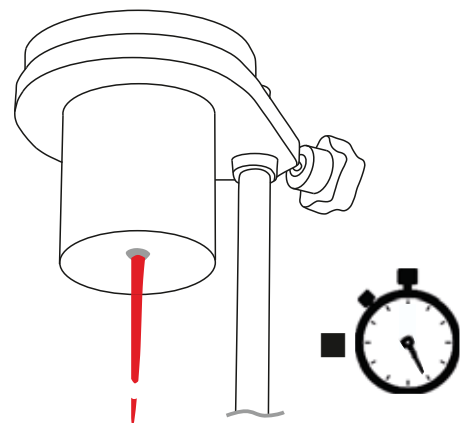

Figure 5
- 8 Observez l'écoulement du liquide et arrêtez le chronomètre^a au moment où le flux s'interrompt pour la première fois (Figure 5).